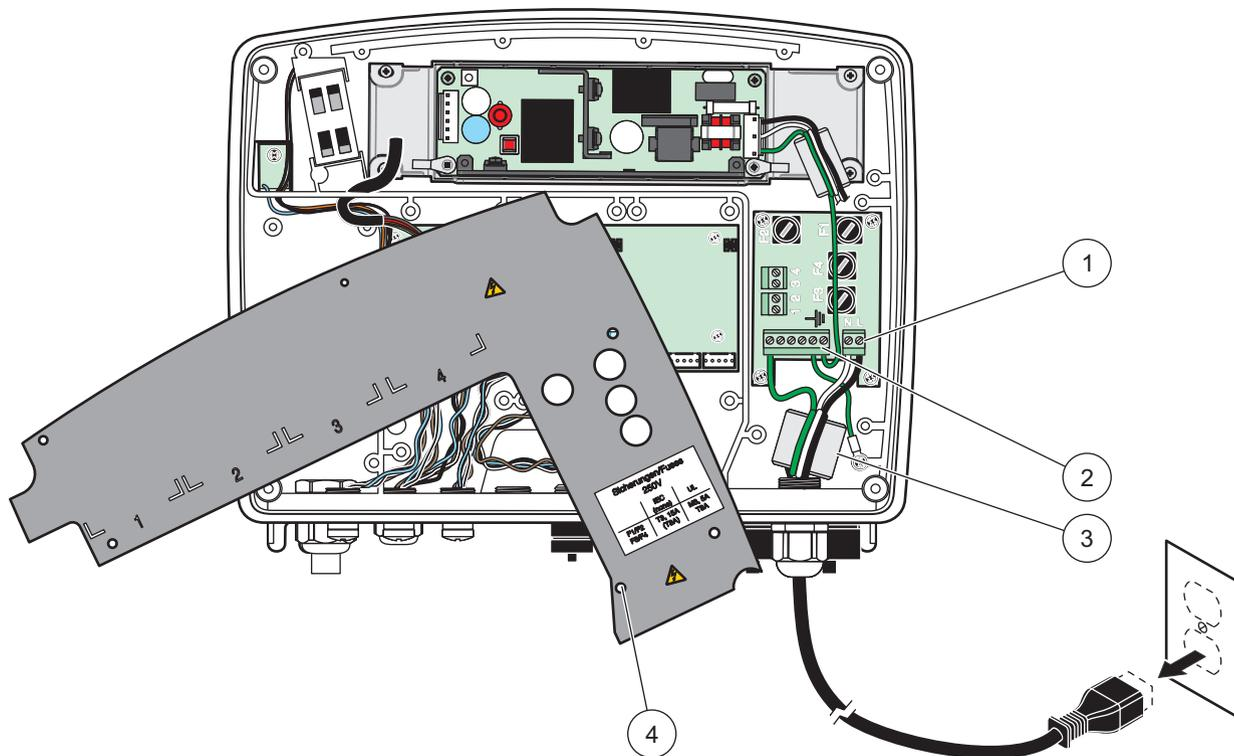
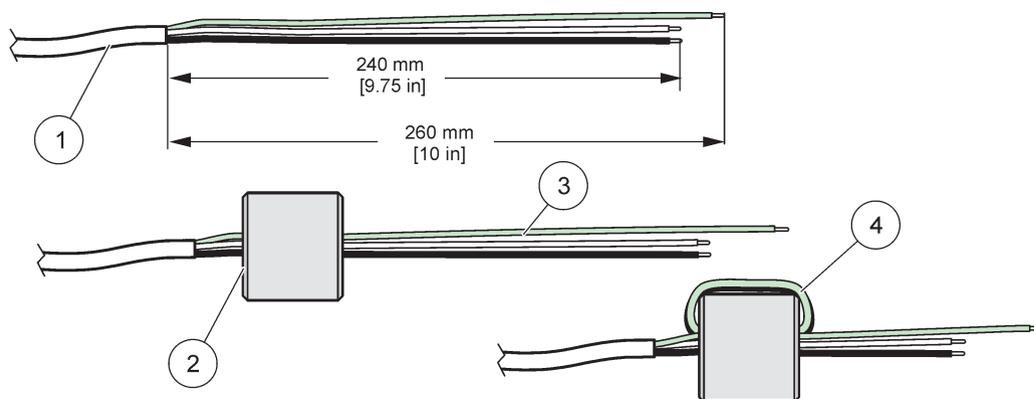

Figure 10 Câblage pour l'alimentation
Figure 12 Préparation de fil approprié et câblage du tuyau magnétique
6. Enlevez l'isolant externe du câble sur 260 mm (10 po) (Figure 12). Raccourcissez tous les câbles sauf le fil de terre de 20 mm (0.78 po), de sorte que le fil de terre soit 20 mm (0.78 po) plus long que les autres câbles.
7. Alimenter deux fois le câble électrique dépouillé à partir du tore magnétique Figure 12 et le câbler dans la borne présentée dans Tableau 1 et Figure 10. Après chaque insertion, tirer doucement pour s'assurer que la connexion est établie.
7. Alimenter deux fois le câble électrique dépouillé à partir du tore magnétique Figure 12 et le câbler dans la borne présentée dans Tableau 2 et Figure 16. Après chaque insertion, tirer doucement pour s'assurer que la connexion est établie.